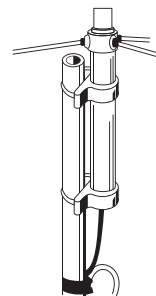

Рис.4
- Плотно прикрутите гильзу крепления к согласующему устройству антенны (рис. 4).